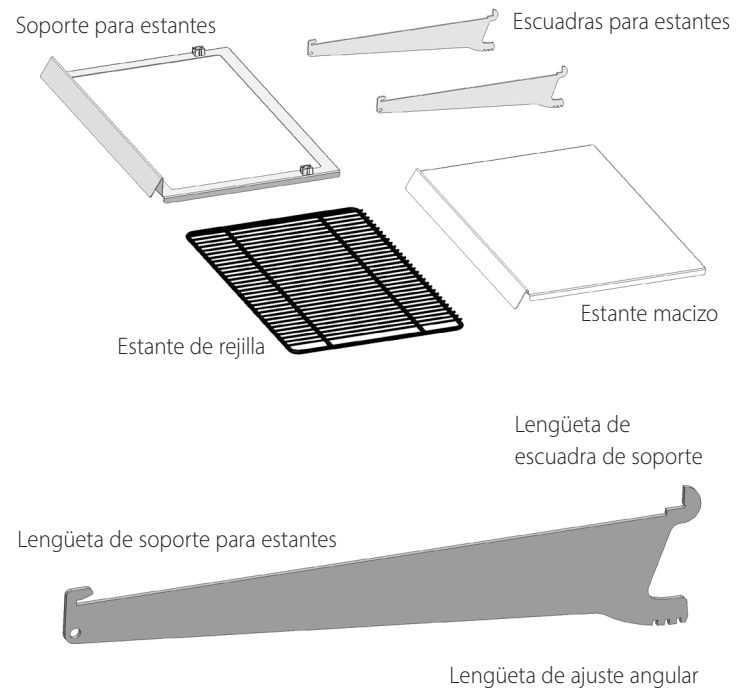

Fig. 1. Identificación de la pestaña de la escuadra de soporte para estantes.
1. Deslice la pestaña del soporte de la escuadra en el montante para estantes. Consulte las figs. 1 a 3.